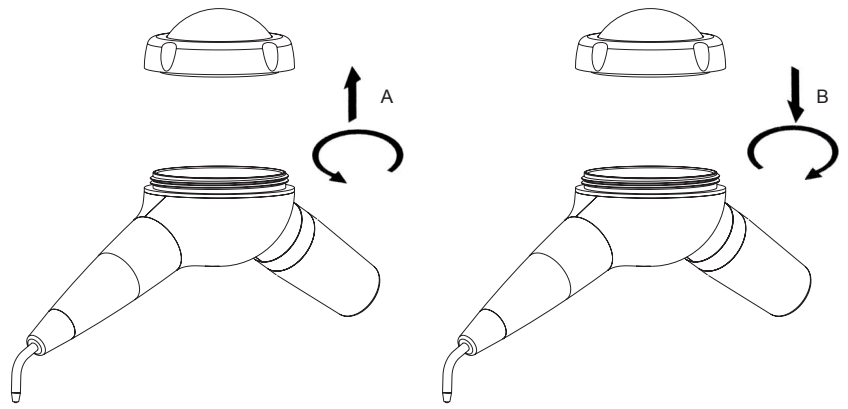

Fig. 4
- 4 Svitare la cupola del contenitore polvere (Fig.4 - Rif.A);
- 6 Riavvitare la cupola del contenitore polvere senza serrarla eccessivamente (Fig.4 - Rif.B);